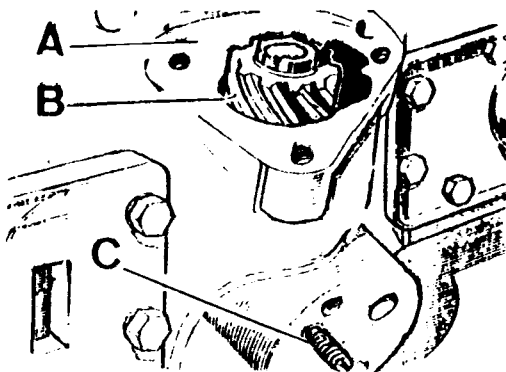

Fig. A3-42 Desmontaje del piñón de mando de la bomba de aceite
- 1.3. Desmontar la tapa situada en la zona de asiento, A (Fig. A3-42).
- 1.4. Desmontar el tornillo, B (Fig. A3-42) que fija el piñón de mando, C, y extraer dicho piñón haciendo uso de unos alicates.
- 2.1. Introducir el piñón, B (Fig. A3-42) en su alojamiento, engranándolo con el piñón del árbol de levas y de forma que el orificio del casquillo del piñón, - se quede alineado con el alojamiento del tornillo, C (Fig. A3-42).
- 2.2. Montar un tornillo prisionero nuevo, C (Fig. A3-42), apretándolo a fondo y -- flojándolo después un cuarto de vuelta.